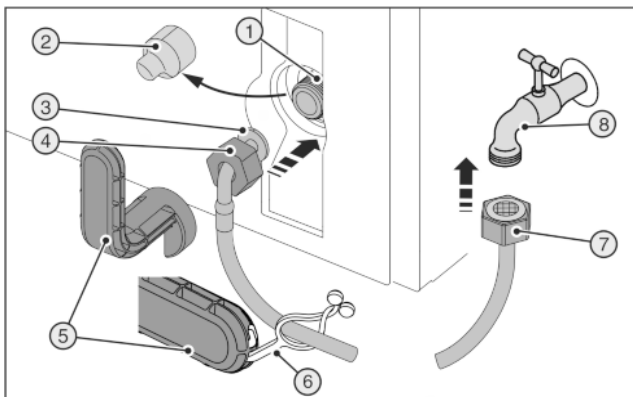
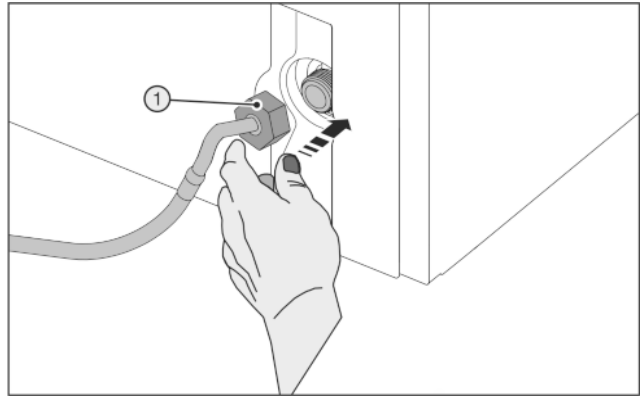

Fig. 28
Fig. 29
Сломанный вспомогательный инструмент Fig. 28 (5)!
- ▶ Вспомогательный инструмент Fig. 28 (5) использовать только при комнатной температуре.
- ▶ Снять крышку Fig. 28 (2).
- ▶ Облегченный монтаж: Выложить прямой конец шланга Fig. 28 (7) влево на землю.
- ▶ До конца сдвинуть гайку Fig. 28 (4) через конец шланга в виде угла Fig. 28 (3) и удерживать.
- ▶ Осторожно одеть гайку Fig. 29 (1) и накрутить на резьбу двумя пальцами до обеспечения надежной посадки.
- ▶ Затяните гайку Fig. 29 (1) с помощью вспомогательного инструмента Fig. 28 (5) по часовой стрелке, пока не будет достигнут максимальный момент затяжки и вспомогательный инструмент Fig. 28 (5) начнет прокручиваться.
- ▶ Навинтить гайку Fig. 28 (7) на запорный кран Fig. 28 (8).
- ▶ Затяните гайку Fig. 28 (7) с помощью вспомогательного инструмента Fig. 28 (5) по часовой стрелке, пока не будет достигнут максимальный момент затяжки и вспомогательный инструмент Fig. 28 (5) начнет прокручиваться.
- ▶ Откройте запорный кран Fig. 28 (8) системы подвода воды и проверьте герметичность всей водяной системы.
- ▶ Зацепить накладку Fig. 28 (6) в вспомогательном инструменте Fig. 28 (5) и для хранения закрепить на шланге из высококачественной стали.